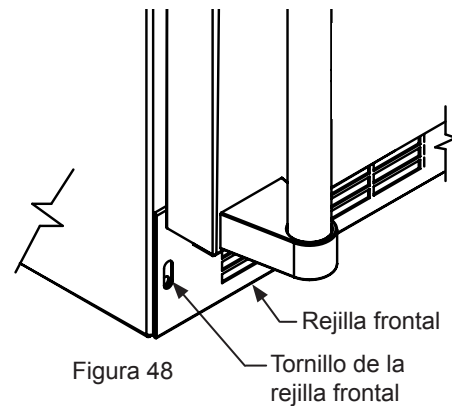
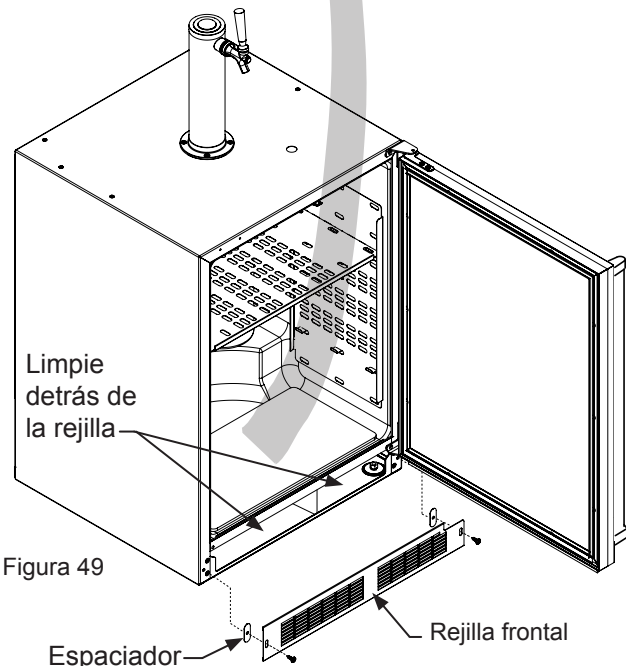

Figura 48
Figura 49
12. Quite la rejilla frontal de protección (vea las Figura 48 y Figura 49) y limpie la suciedad y desperdicios de detrás de la unidad mediante un cepillo y una aspiradora.